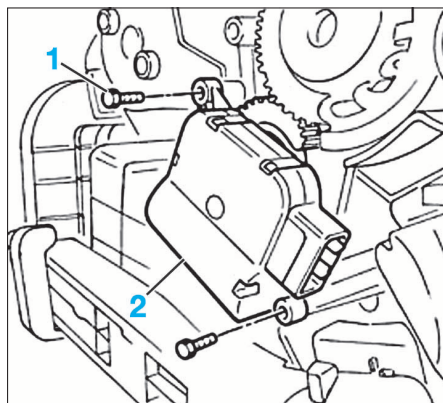

FIG. 17
- Du côté gauche, débrancher le connecteur électrique du moteur (2) (Fig.17)
- Déposer les vis (1) du moteur (2).